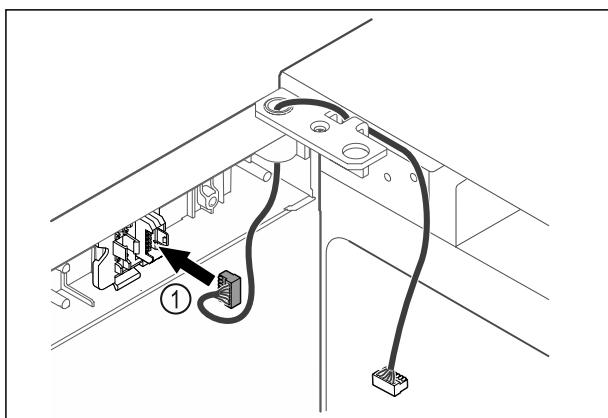

Fig. 64
- Zasuňte zástrčku Fig. 64 (1) do držiaka zástrčky.